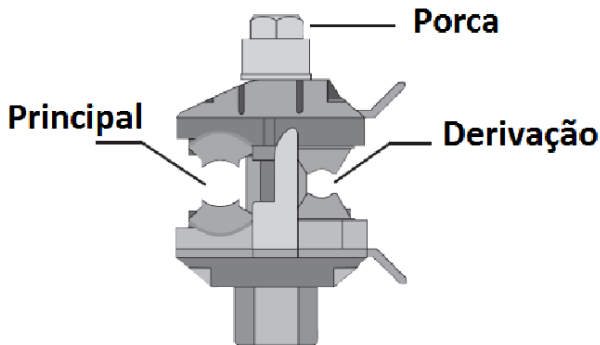

Figura 7.1 : Conector de Derivação Perfurante.
A) Conecte o módulo Intelitocha (2) ao Euro Conector fêmea da máquina, fazendo o aperto com a chave octogonal (5).
B) Conecte a Intelitocha (1) ao módulo Intelitocha (2), fazendo o aperto com a chave octogonal (5).
C) Fixe o Conector de Derivação Perfurante em qualquer ponto do cabo terra, de preferência próximo à máquina conforme 3.1 O conector é composto de dois mordentes e uma porca que podem ser vistos na Figura 7.1